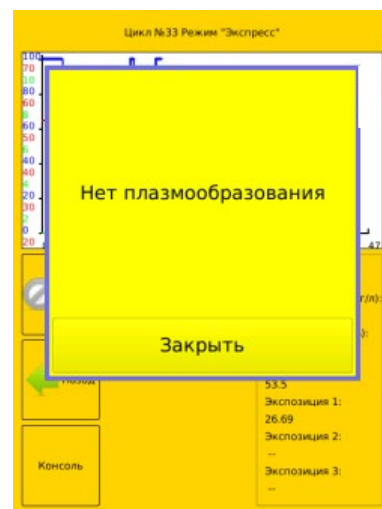

Рис.15
- нет плазмообразования (Рисунок 15)